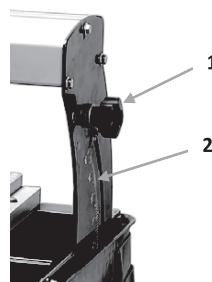

Рис. 4
1. Вывернуть винты ограждения диска (15).
2. Использовать гайковёрт для откручивания гайки (16) (с учётом левосторонней резьбы).
3. Снять внешний фланец (17), изношенный режущий диск (18) и внутренний фланец (19).
7. РЕГУЛИРОВКА УГЛА СКОСА КРОМКИ (рис.4)